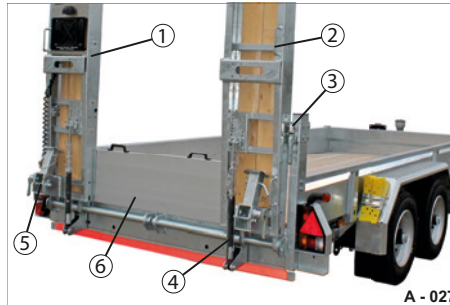

Abb. 29 Auffahrampen einteilig
- ▶ Klappen Sie die Klappstützen (Abb. 29/5) ab - siehe ab Seite **79** bzw. **101**.
- ▶ Entfernen Sie ggf. die Steckwand (Abb. 29/6).
- ▶ Entsichern Sie die Auffahrampen (Abb. 29/1) - siehe ab Seite **108**.